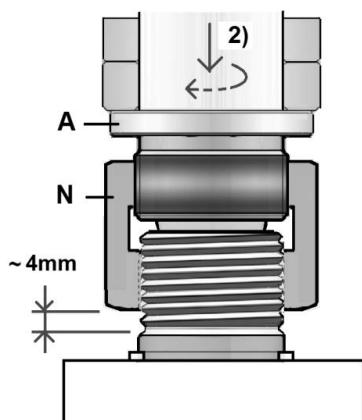

Fig 11
2) Montieren Sie den Frasdorn (A, Fig 11), schrauben Sie ihn in die Differentialmutter (N).